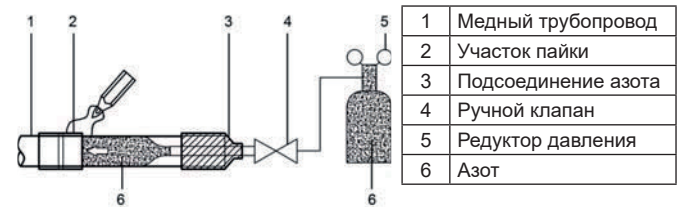

Рисунок 4.4
- Если труба заполнена азотом во время пайки, давление азота должно быть понижено до 0,02 МПа при помощи стравливающего клапана. См. рисунок 4.4